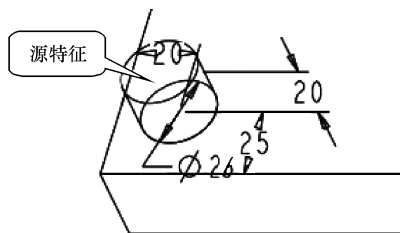
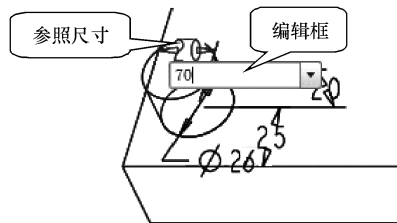

图 8-21 选择源特征
图 8-22 定义增量
(1) 打开文件“liti8-3.prt”。
(2) 选中底板上的小圆柱。
(3) 单击【编辑特征】工具栏中的【阵列】按钮，消息区弹出【阵列】操控板，图形区出现确定小圆柱形状和大小的各个尺寸如图 8-21 所示。
(4) 在对话框的【阵列方式】下拉列表框中选择【尺寸】选项。
(5) 单击【尺寸】按钮，出现【尺寸】下滑面板，可以在其中设置阵列的各参数。
(6) 单击激活【方向 1】收集器，在模型上选择小圆柱中心线到底板左侧面的尺寸“20”，菜单组合框，在其中输入列间距“70”，如图 8-22 所示，然后按〈Enter〉键确认。